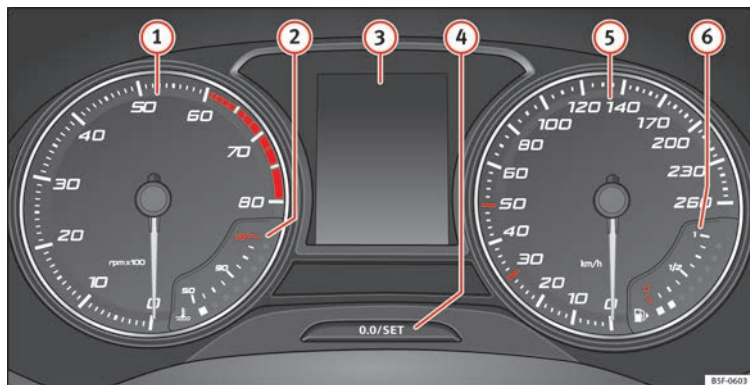

Abb. 119 Display des Kombi-Instrument in der Instrumententafel.
»» **Abb. 119:**
Der Drehzahlmesser zeigt die Motordrehzahl pro Minute an »» **Abb. 119** ①.
»» **Abb. 119** darf den roten Bereich nur für einen kurzen Moment erreichen, andernfalls besteht die Gefahr eines Motorschadens.
Beim Einschalten der Zündung können auf dem Display des Kombi-Instruments »» **Abb. 119** ③ je nach Fahrzeugausstattung verschiedene Informationen angezeigt werden:
- Drücken Sie kurz die Taste »» **Abb. 119** , um den Tageskilometerzähler auf 0 zurück zu setzen.
- Zum Einstellen der Uhrzeit die Taste »» **Abb. 119**  länger als 3 Sekunden gedrückt halten, um die Anzeige für Stunden oder Minuten auszuwählen.
Die Taste »» **Abb. 119**  länger als 15 Sekunden gedrückt halten, um die Motorkennbuchstaben (MKB) des Fahrzeugs anzuzeigen. Dazu muss die Zündung ein- und der Motor ausgeschaltet sein.